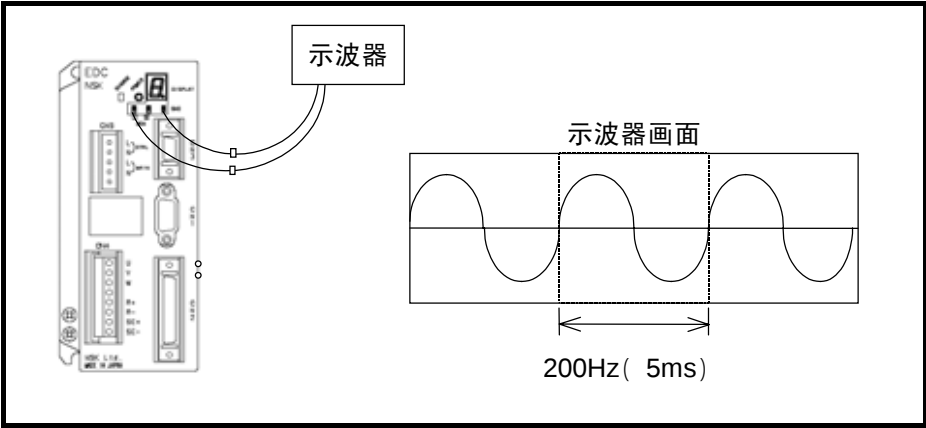

图 5-3：测定谐振频率与设定陷波滤波器
- 如「图 5-3：测定谐振频率与设定陷波滤波器」测定谐振频率，若振动的频率为 200Hz，则输入“NP200”。